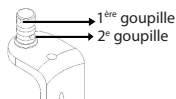

Figure 21
- Si un raccordement fixe est préféré, la deuxième goupille doit être alignée avec une des rainures, et la **lame ALIF** poussée vers le haut. Lorsque la deuxième goupille est engagée dans le **porte-lame à raccord rapide**, la **lame ALIF** reste fixe. (Figure 21)